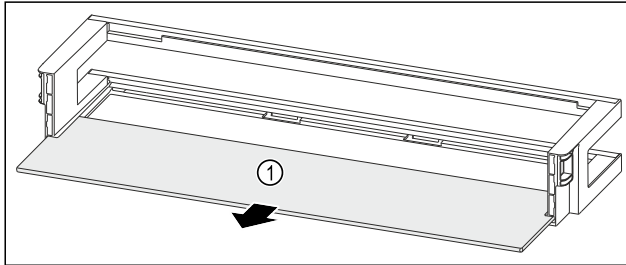

Fig. 80 Türabsteller mit Abstellfläche
- Abstellfläche Fig. 80 (1) entnehmen.